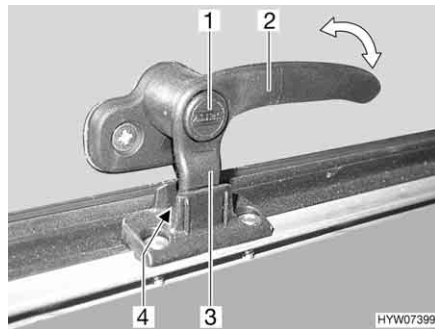
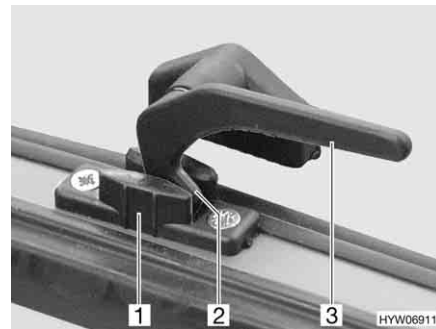

Fig. 100 Leva di serraggio con bottone di sicurezza in posizione "Aerazione continua"
Fig. 101 Leva di serraggio in posizione "Aerazione continua"
- In posizione di "Aerazione continua" (Fig. 100 e Fig. 101)
- Se presente, premere e tenere premuto il bottone di sicurezza (Fig. 100,1).
- Ruotare la leva di serraggio (Fig. 100,2 o Fig. 101,3) di un quarto di giro verso il centro della finestra.
- Girare nuovamente all'indietro la leva di serraggio. Riportare contemporaneamente il nasello di chiusura (Fig. 100,3 o Fig. 101,2) della leva di serraggio nella rientranza della chiusura della finestra (Fig. 100,4 o Fig. 101,1).
- Se presente, rilasciare il bottone di sicurezza (Fig. 100,1).